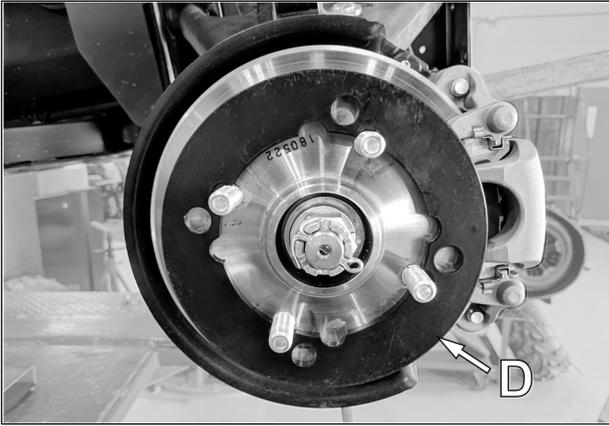

Fig. 17
- Install spacer (D) on front wheel hub before installing Track system. See Fig. 17
6. Installer les espacers (D) sur les moyeux de roue avant d'installer les systèmes de traction. Fig. 17